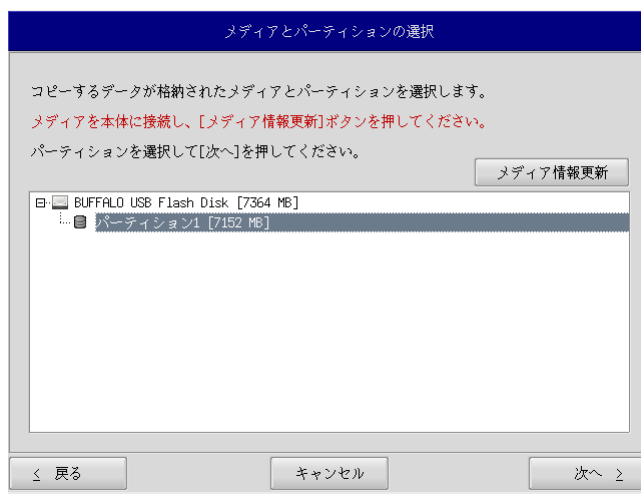

図 5-2-3. メディアとパーティション選択画面
- ⑥ メディアとパーティション選択画面(図 5-2-3)が表示されます。バックアップ USB を本体に接続し、[メディア情報更新]ボタンを押してください。バックアップ USB のパーティションを選択し、[次へ]ボタンを押します。